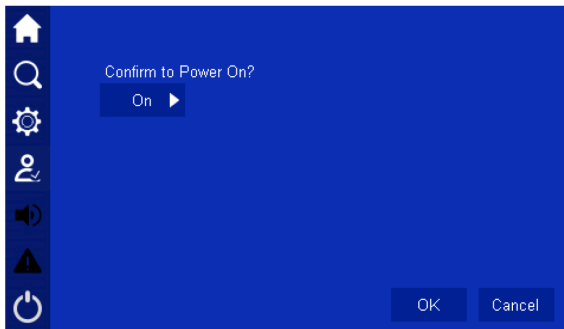

Figura 5-3 Iniciar página de confirmación
- 4) Haga clic en el ícono  en la página de configuración del sistema, ingresará a la página de ON / OFF, haga clic en Ok para realizar la operación de inicio, (como se muestra en la figura 5-3).